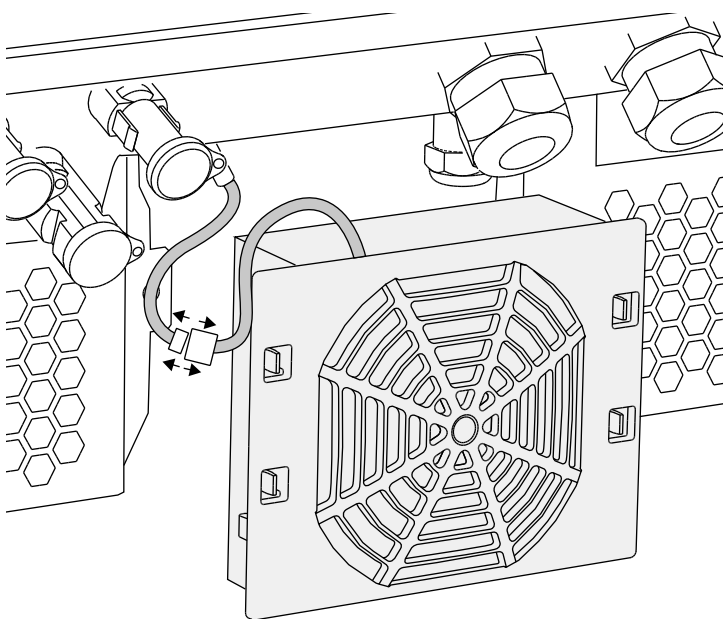

Abb. 64: Lüfterkabel abziehen
4. Lüftereinheit aus dem Gehäuse vollständig herausziehen. Dazu Steckverbindung des Lüfterkabels trennen. ➡ **Abb. 64**